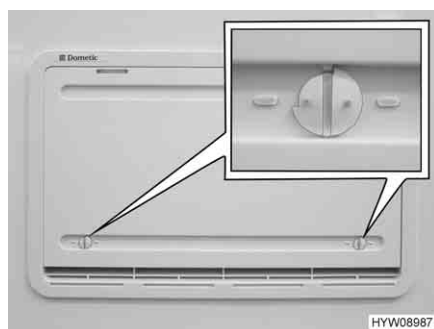

Fig. 137 Copertura invernale
Se il funzionamento del frigorifero avviene a basse temperature esterne, il produttore consiglia l'utilizzo di una copertura invernale (Fig. 137) per la griglia di aerazione del frigorifero.
- Aprire entrambi i bloccaggi (Fig. 137), la scanalatura risulterà orizzontale.